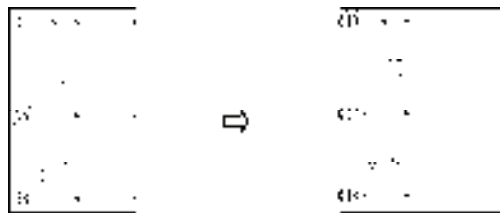

图 2-80 “附号变主”操作
4) 再次执行“ZFZH”命令, 输入 F, 选择“附号变主”命令, 将附加轴号更改为主轴号, 结果如图 2-80 所示。